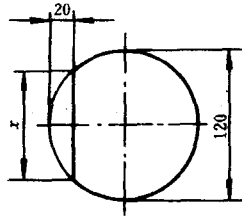

图 1-4 铣轴上平面
3. 如图 1-4 所示，在直径为 $d=120\text{mm}$ 的轴上铣平面，若铣削的背吃刀量（切削深度） $a_p=20\text{mm}$ ，问此平面宽 x ？